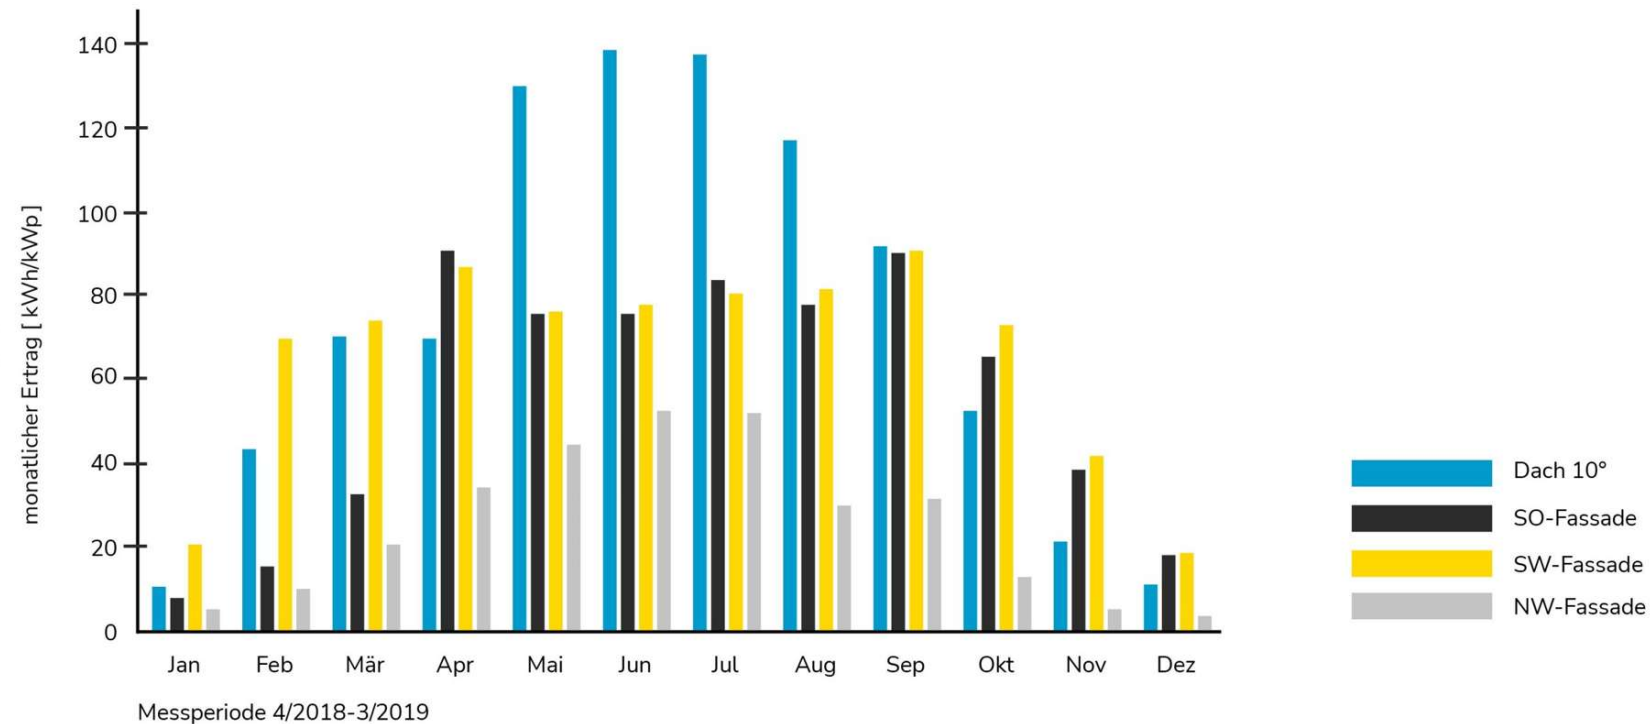

Abbildung 3: Monatlichen Stromerträge je verschiedener Ausrichtungen und Neigungswinkel über die Jahres-Zeitspanne
- Abbildung 3: BIPV-Initiative BW